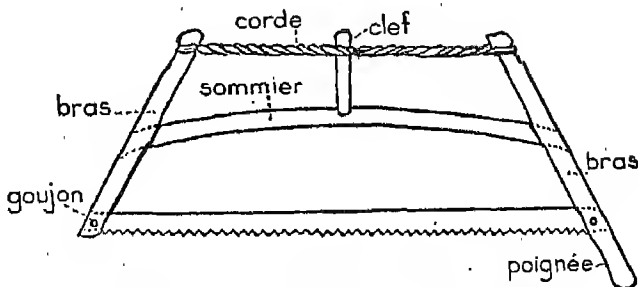

Fig. 1. — Scie à débiter les bûches. Enumérez les différentes pièces de la monture et justifiez le rôle de chacune d'elles.
4. Décrivez la monture en vous aidant de la fig. 1 pour les noms de ses diverses pièces.
La pièce principale est une lame mince ¹, en acier trempé dur, dont un champ porte des dents (fig. 1).